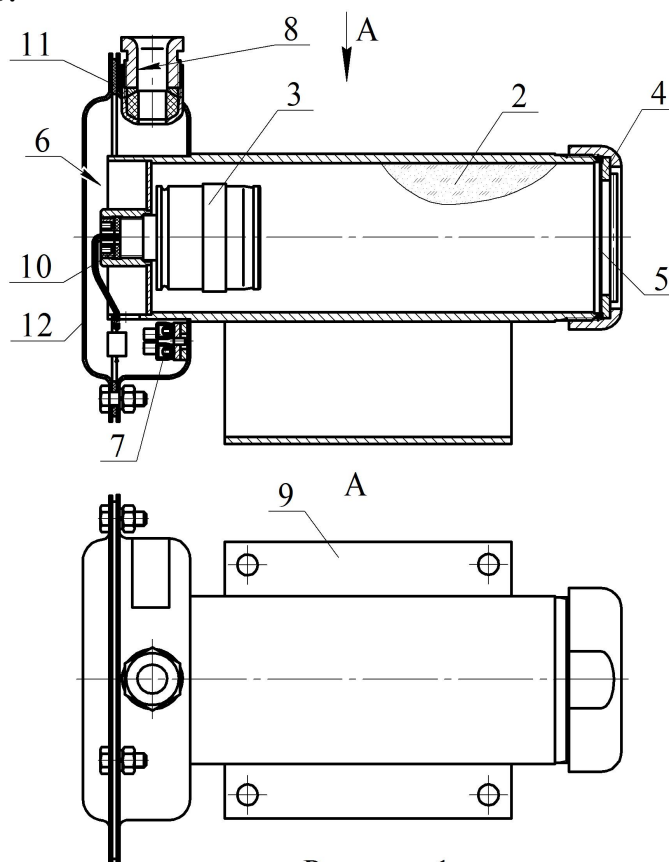

Рисунок 1
МПП (см. рисунок 1) состоит из корпуса **1**, в котором размещаются огнетушащий порошок (ОП) **2** и источник холодного газа (ИХГ) **3**. В передней части корпуса находится насадок-распылитель **4**, выходное отверстие которого перекрыто мембраной **5**.
2.1.3 Через резиновую прокладку **11** (см. рисунок 1) на корпус МПП установить крышку **12** и закрепить соединение гайками.